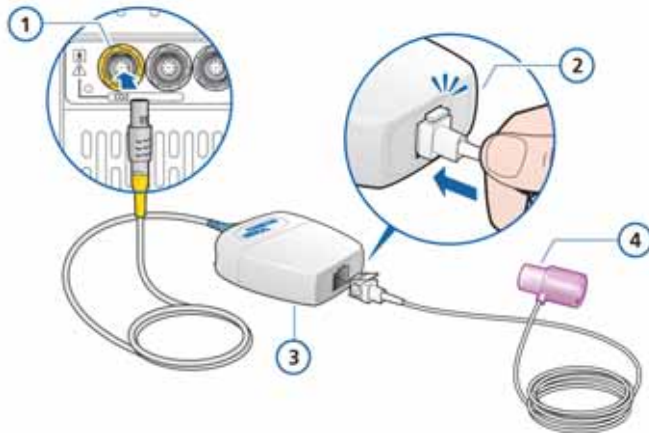

Figura 2-12. Inserimento della cella di campionamento nel modulo CO2
1. Inserire il cavo del modulo CO2 sidestream LoFlow™ nel connettore (giallo) della scheda opzionale CO2, osservando l'orientamento degli indicatori di riferimento sul corpo del connettore. Il cavo scatta in posizione. Vedere la Figura 2-12.
2. Inserire la cella di campionamento nel modulo CO2 come mostrato nella Figura 2-12. Il connettore scatta in posizione.